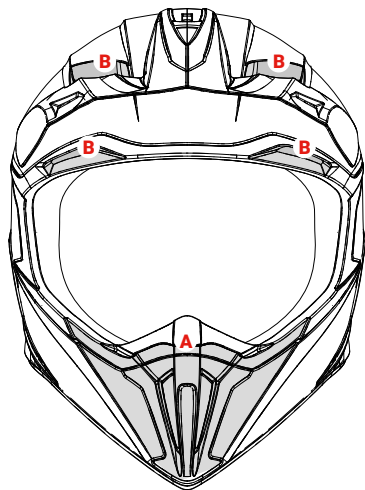

FIGURA 3
■ PRESA D'ARIA FRONTALE MENTONIERA – A – Figura 3
■ PRESE D'ARIA FRONTALI SUPERIORI – B – Figura 3